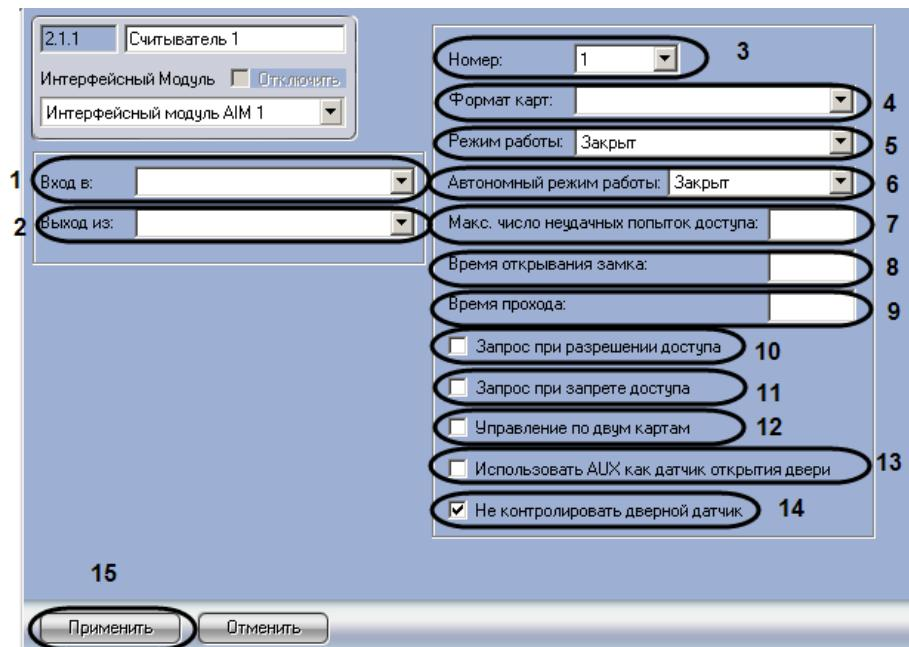

Рис. 3.5-2 Панель настроек объекта Считыватель
1. Перейти на панель настроек объекта **Считыватель** (Рис. 3.5-2).
2. Из раскрывающегося списка **Вход в:** выбрать объект **Раздел**, соответствующий территории, расположенной со стороны выхода через считыватель (см. Рис. 3.5-2, 1).
3. Из раскрывающегося списка **Выход из:** выбрать объект **Раздел**, соответствующий территории, расположенной со стороны входа через считыватель (см. Рис. 3.5-2, **2**).
4. Из раскрывающегося списка **Номер:** выбрать порядковый номер считывателя (см. Рис. 3.5-2, **3**).
5. Из раскрывающегося списка **Формат карт:** выбрать созданный список форматов карт доступа для данного считывателя (см. Рис. 3.5-2, **4**).
6. Из раскрывающегося списка **Режим работы:** выбрать режим работы считывателя (см. Рис. 3.5-2, **5**, Таб. 3.5-1).
7. Из раскрывающегося списка **Автономный режим работы:** выбрать режим работы считывателя при потере связи с контроллером (см. Рис. 3.5-2, **6**, Таб. 3.5-1).
8. В поле **Макс. число неудачных попыток доступа** ввести число неудачных попыток доступа, при превышении которого будет приходить сообщение **Попытка подбора** (см. Рис. 3.5-2, **7**).
9. Ввести время в секундах, на которое замок будет открыт, в поле **Время открывания замка:** (см. Рис. 3.5-2, **8**).
10. Ввести время в секундах, отводимое на проход, в поле **Время прохода:** (см. Рис. 3.5-2, **9**).
11. Установить флажок **Запрос при разрешении доступа**, если необходимо при успешной попытке доступа отправлять запрос на предоставление доступа оператору (см. Рис. 3.5-2, **10**).
12. Установить флажок **Запрос при запрете доступа**, если необходимо при неудачной попытке доступа отправлять запрос на предоставление доступа оператору (см. Рис. 3.5-2, **11**).
13. Установить флажок **Управление по двум картам**, если необходимо предоставлять доступа по двум картам доступа (см. Рис. 3.5-2, **12**).
14. Если требуется использовать дополнительный датчик AUX модуля A/M как датчик открытия двери, необходимо установить соответствующий флажок (см. Рис. 3.5-2, **13**).
15. Если дверной датчик не нужно контролировать, необходимо установить соответствующий флажок (см. Рис. 3.5-2, **14**).
16. Для сохранения внесенных изменений необходимо нажать кнопку **Применить** (см. Рис. 3.5-2, **15**).
9. Для сохранения внесенных изменений необходимо нажать кнопку **Применить** (см. Рис. 3.5-2, 8).